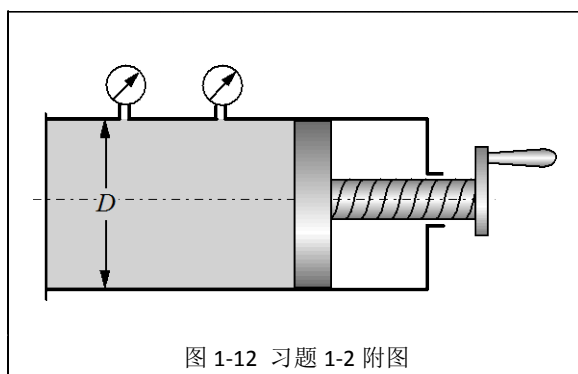

图 1-12 习题 1-2 附图
**1-2** 图 1-12 所示为压力表校验器，器内充满体积压缩系数  $\beta_p = 4.75 \times 10^{-10} \text{ m}^2/\text{N}$  的油，用手轮旋进活塞达到设定压力。已知活塞直径  $D=10\text{mm}$ ，活塞杆螺距  $t=2\text{mm}$ ，在 1 标准大气压时的充油体积为  $V_0=200\text{cm}^3$ 。设活塞周边密封良好，问手轮转动多少转，才能达到 200 标准大气压的油压（1 标准大气压=101330Pa）。